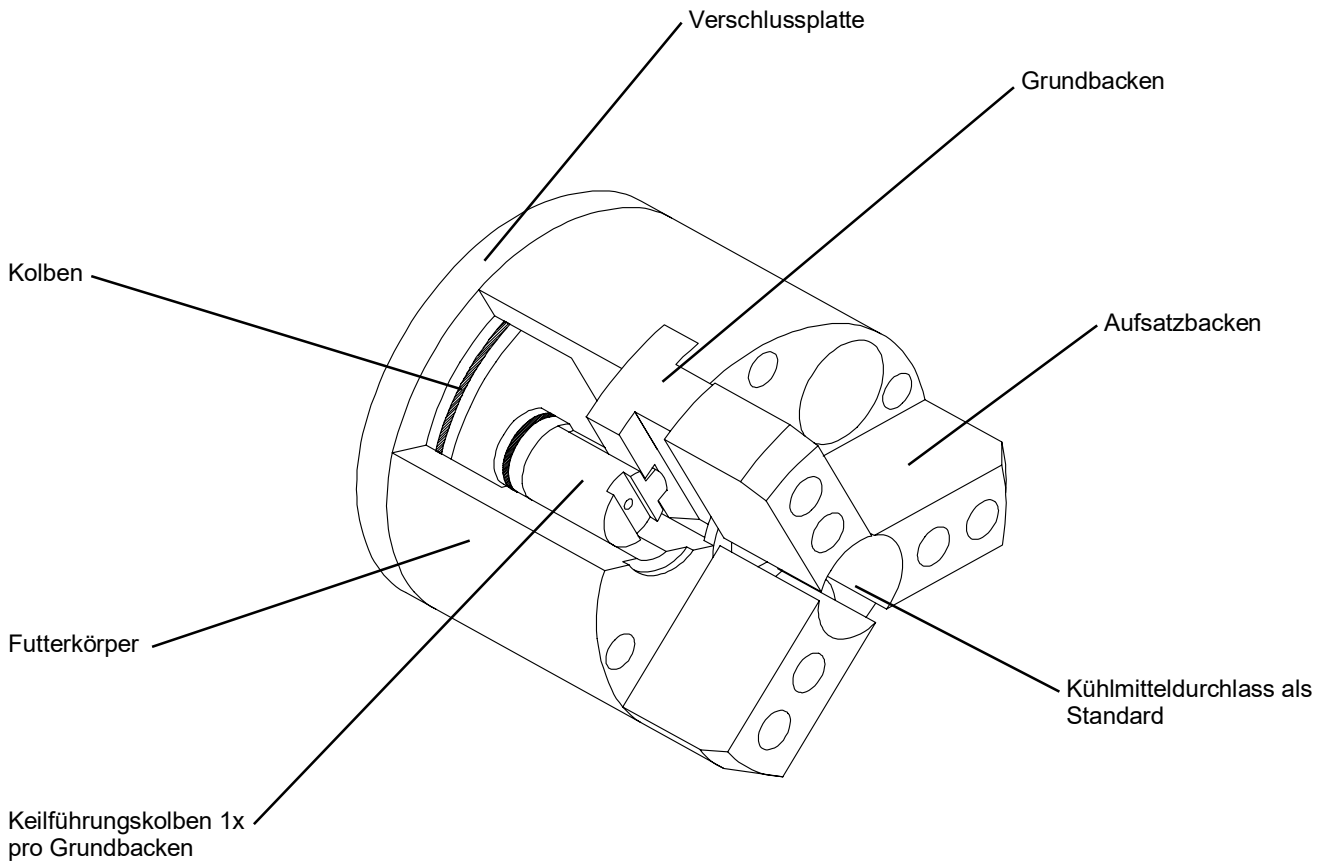

Abbildung 1.1
**Achtung:** Diese Futter sind Präzisionswerkzeuge. Alle Teile sind passend zueinander hergestellt. Es ist daher von äußerster Wichtigkeit, dass die Teile wieder an der gleichen Stelle montiert werden, von welcher sie entnommen wurden. Zum Futteraufbau siehe Abbildung 1.1.